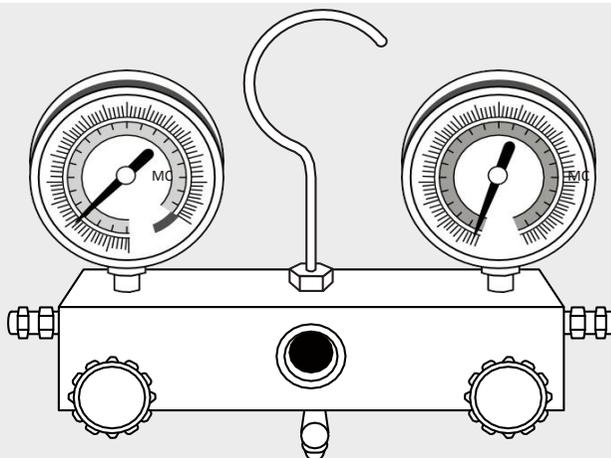

**Abb. 5.10**
4. Benutzen Sie einen Schraubenschlüssel, um das Filtergehäuse festzuziehen. Halten Sie nicht die Mutter fest, die das Versorgungsventil abdichtet. (Siehe **Abb. 5.10**)